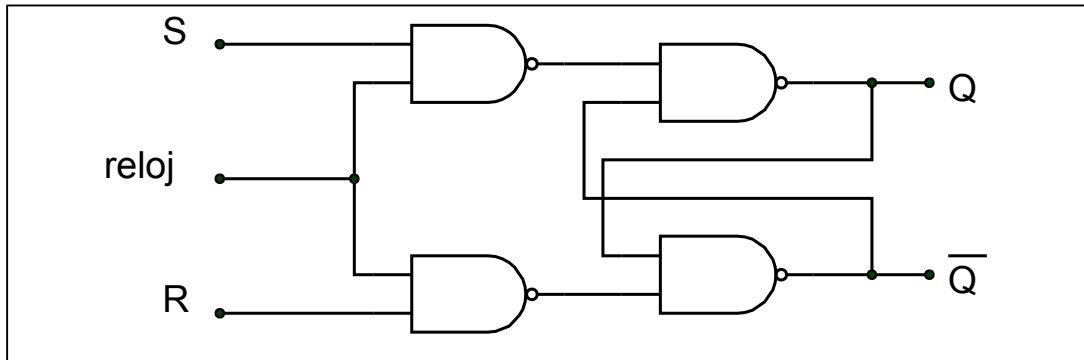

Figura 4: Biestable RS implementado con puertas NAND.
3) En los puntos anteriores se expuso la tabla y la ecuación de próximo estado para el biestable RS, ésta ha de ser válida, se implemente el biestable con un tipo de puerta o con otro y por lo tanto válida para el biestable representado en la figura 4. La figura 4 muestra al biestable con una entrada más, la entrada de reloj, esta entrada hace que R y S actúen sobre la salida del biestable solamente en el semiperiodo positivo de dicho reloj.
Implementa el circuito de la figura 4. Rellena la tabla mostrada en la siguiente figura.